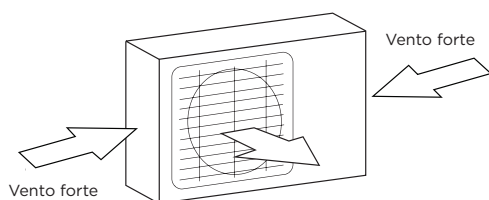

Fig. 5.1
- ✓ Se il luogo è esposto a forti venti (ad esempio: vicino a un mare), l'unità deve essere posizionata contro il muro per riparla dal vento. Se necessario, utilizzare una tenda da sole. (Vedi Fig. 5.1 & 5.2)